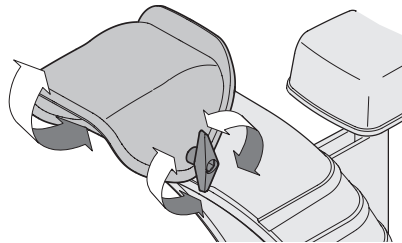

Figure 2-47
1. Desserrez le bouton sur le côté gauche de la goulotte d'éjection pour la régler. Voir Figure 2-47.